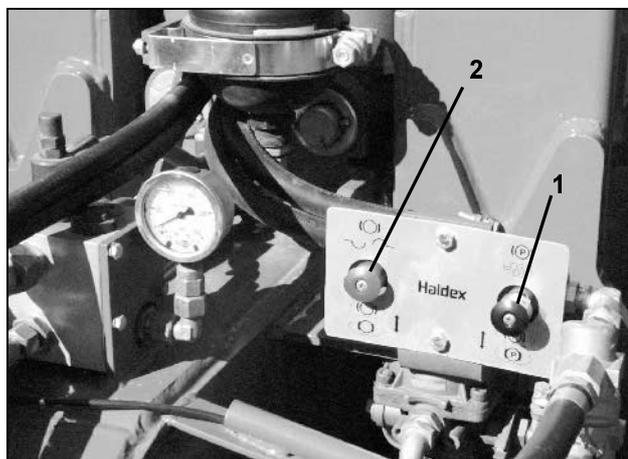

Рис. 14
- Отпустите стояночный тормоз (черная головка) (Рис. 14/1).
- Красная кнопка (Рис. 14/2) служит для расцепления тормоза при неподключенных тормозных шлангах (маневрирование).